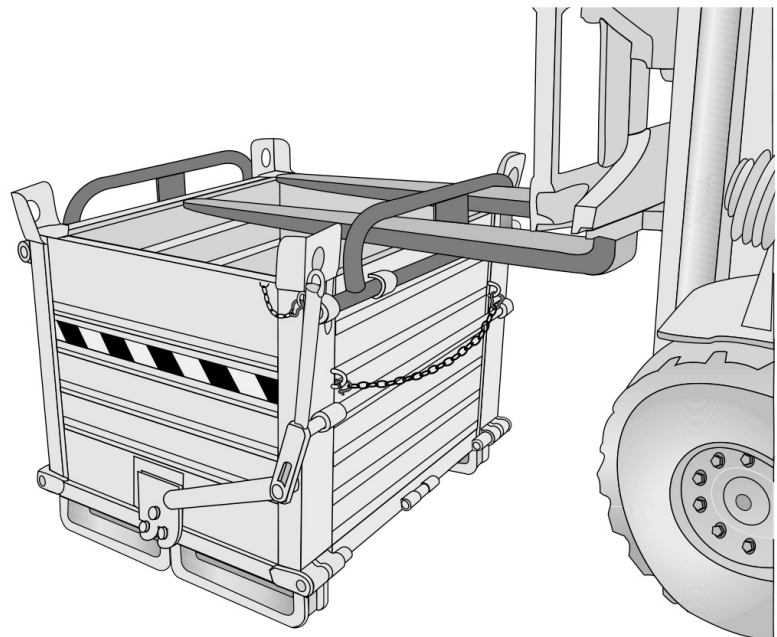

Fig.6.2.2
- 6.2.2 Placer les fourches dans les poignées d'insertion appropriées en maintenant les vérins d'élévation du chariot en position verticale. Si nécessaire, ajuster le tablier porte charge pour centrer les points d'insertion des fourches (**fig. 6.2.2**).